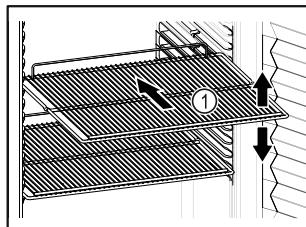

Fig. 61 Приближене відображення
- Якщо решітки для зберігання Fig. 61 (1) знімні, відрегулювати по висоті.